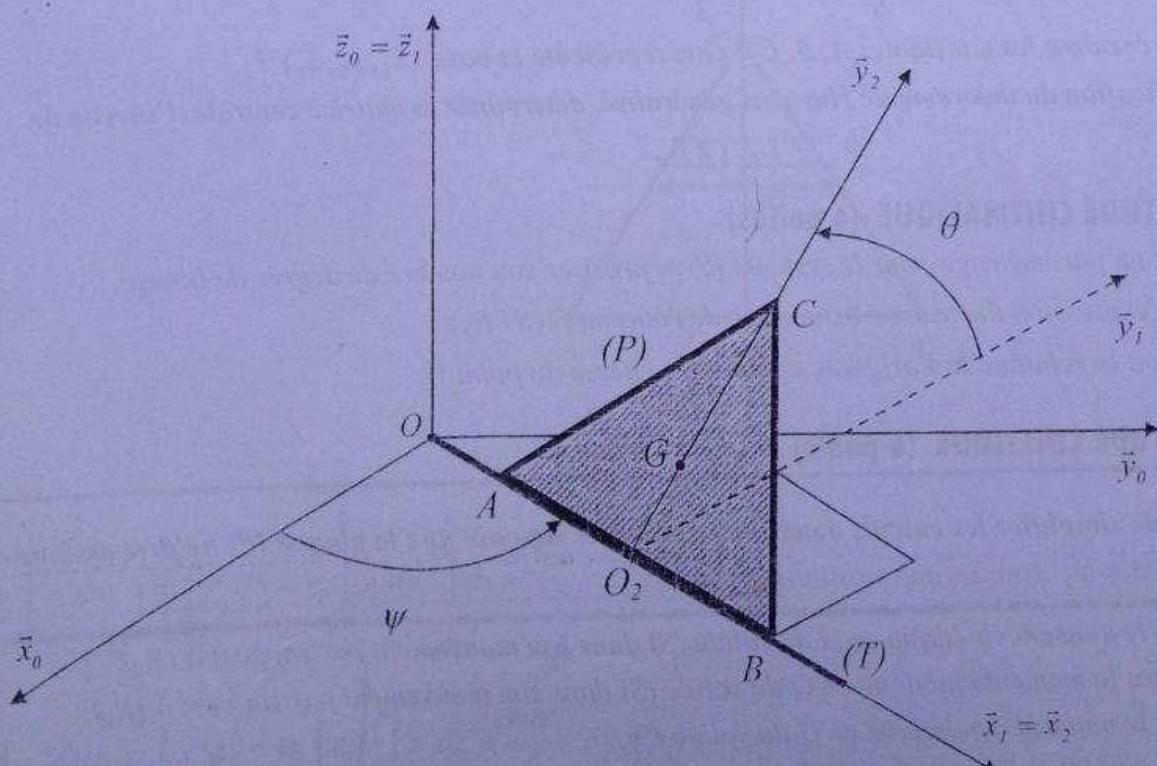

Figure 1 - description générale du système
- une tige (T) de longueur $2l$, de masse négligeable, articulé en O , en mouvement par rapport à (R_0) dans le plan $(O, \vec{x}_0, \vec{y}_0)$. On désigne par $R_1(O, \vec{x}_1, \vec{y}_1, \vec{z}_1)$ un repère orthonormé direct lié à (T) tel que \vec{x}_1 soit confondu avec la tige et $\vec{z}_1 = \vec{z}_0$ (figure 1).
- une plaque plane homogène (P) de masse m , de centre d'inertie G et de densité surfacique σ ayant la forme d'un triangle équilatéral ABC de côté $2a$. (P) est soudée à (T) par son côté AB tel que le milieu O_2 de AB coïncide avec le milieu de la tige. Un repère orthonormé direct $R_2(O_2, \vec{x}_2, \vec{y}_2, \vec{z}_2)$ est lié à (P) tel que $\vec{x}_2 = \vec{x}_1$ et \vec{y}_2 soit colinéaire et de même sens que $\overrightarrow{O_2C}$.
La position de (P) par rapport à (R_1) est repérée, à chaque instant, par l'angle $\theta(t) = (\vec{y}_1, \vec{y}_2)$ (figure 1).